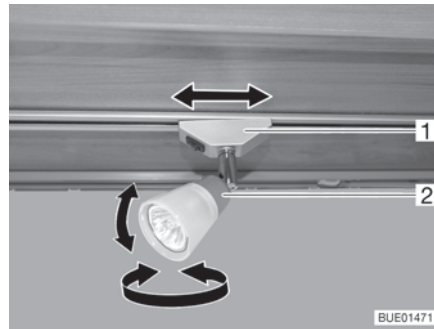
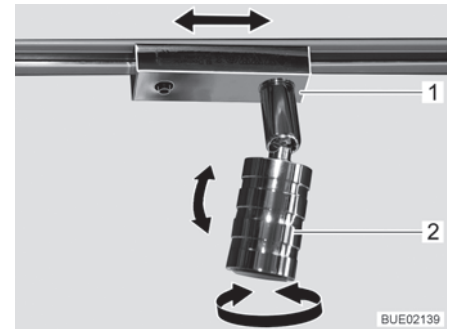

Fig. 61 Spot
Fig. 62 Spot (alternative)
**Tourner :** ■ Saisir le boîtier (Fig. 61,2 ou Fig. 62,2) et le tourner.
**Faire coulisser :** ■ Saisir le socle (Fig. 61,1 et Fig. 62,1) et le tourner d'env. 45°.
**Enlever :** ■ Saisir le socle (Fig. 61,1 et Fig. 62,1) et le tourner de 90°.